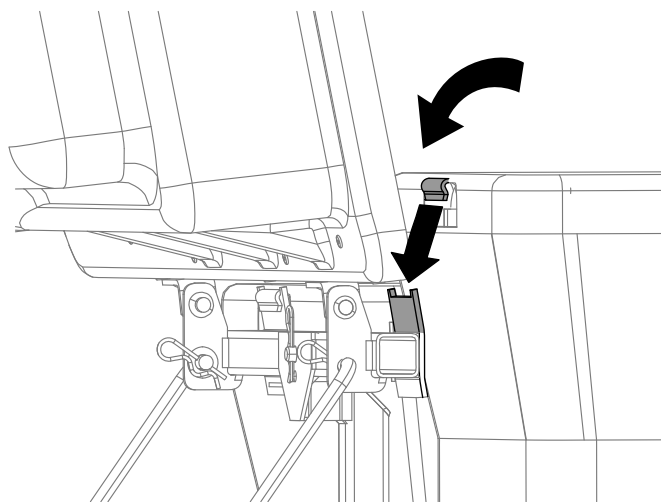

Figura 21
4. Podignite poklopac sakupljača i postavite vreće tako što ćete zakačiti kuke rama za vreće na nosače za kuke (Figura 21).